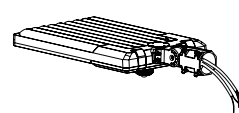

Fig 3
Étape 3 : Installer le support sur le luminaire et serrer les fixations. (Fig.3)